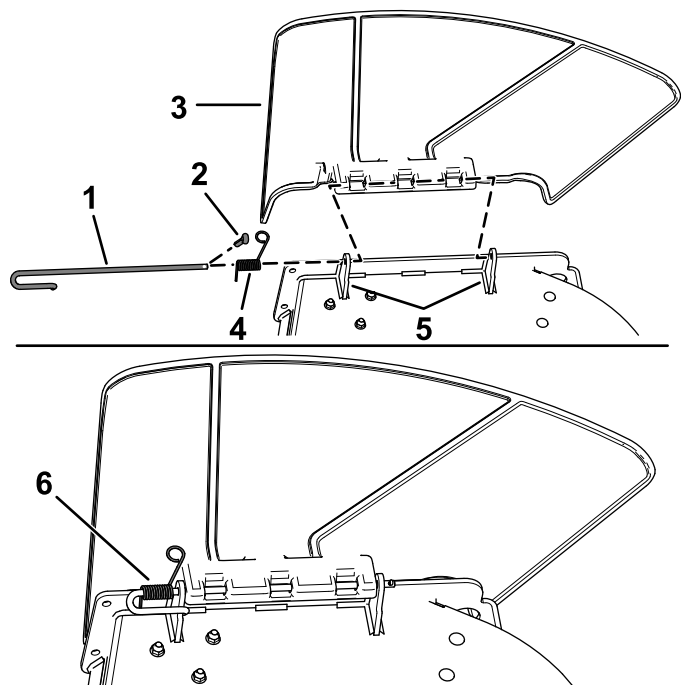

Figura 6
1. Disinnestate la molla dall'intaglio nella staffa del deflettore e rimuovete la coppiglia (solo modelli CE), fate scorrere l'asta dalle staffe del piatto saldato, molla e deflettore di scarico (Figura 6).
2. Rimuovete il deflettore (Figura 6).